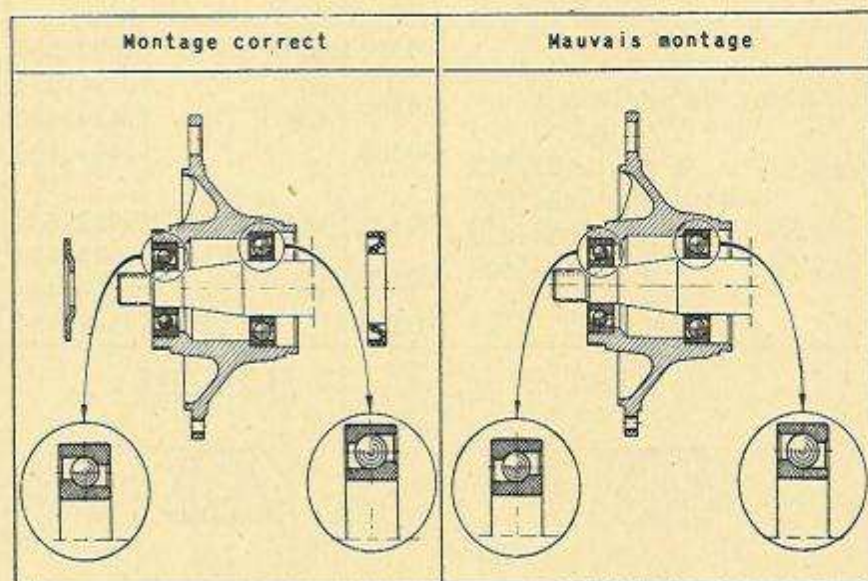

Fig. 113. — Orientation des roulements à contacts obliques des moyeux avant.
- * Monter les roulements dans le sens convenable, précisé par les figures 113.